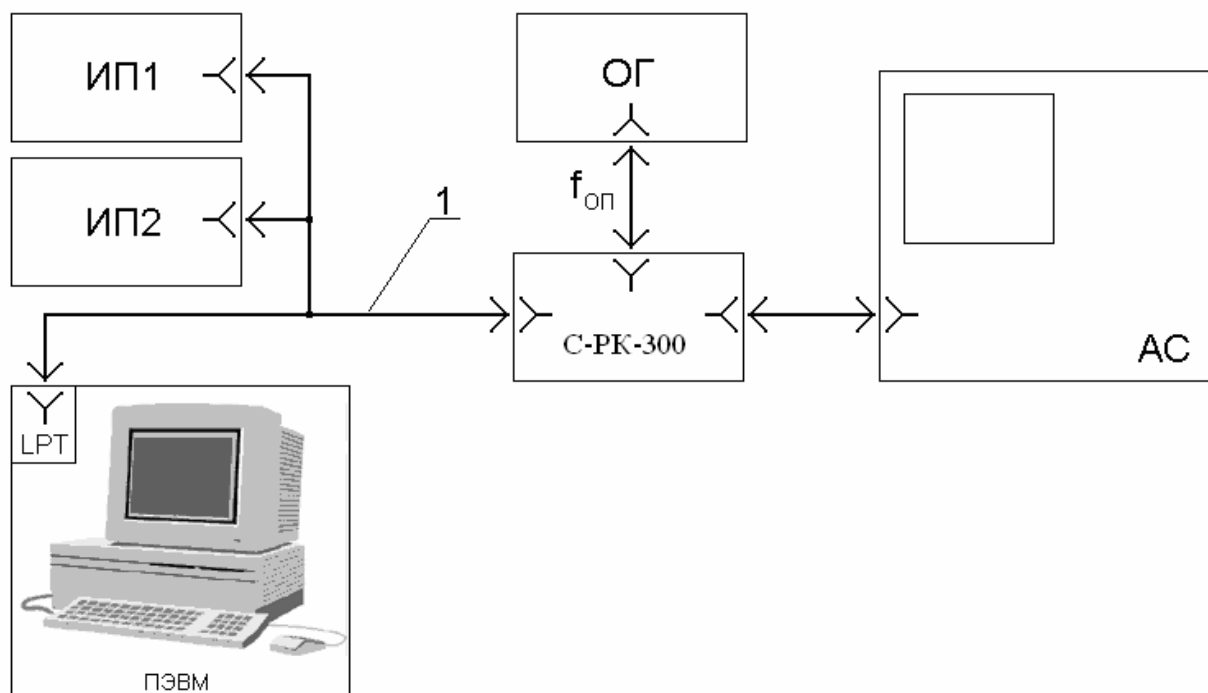

Рис. 3.1. Блок-схема измерительного стенда для измерения основных технических параметров и характеристик синтезатора.
3.4 Проверка по п.п. 2 – 8 таблицы 2.1 проводится на измерительном стенде представленном на рис.3.1.